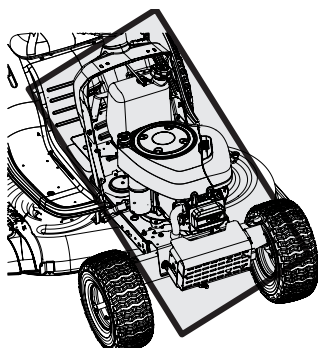

Figura 22
- Limpie debajo del capó, incluyendo el colector de escape, alrededor de los fusibles, todo el cableado y mazos de cables, tubo del silenciador, protector del silenciador, filtros de admisión del motor y aletas de refrigeración, etc. Consulte la Figura 22.